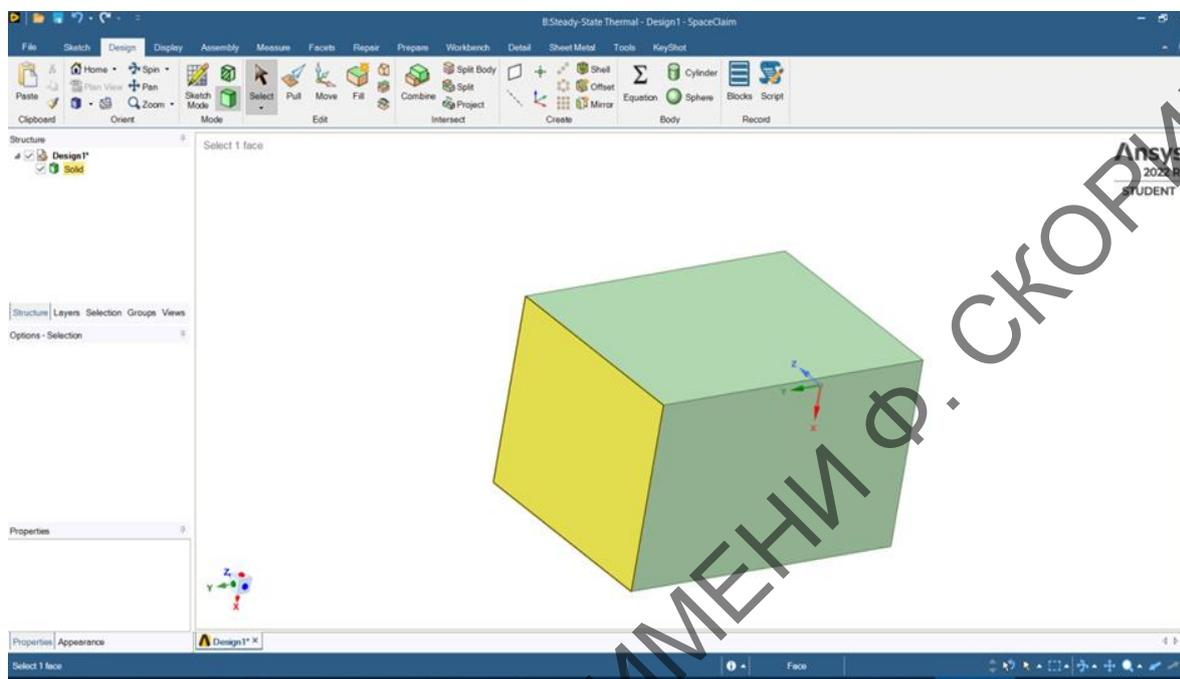

Рисунок 19 – SpaceClaim Direct Modeler
- SpaceClaim Direct Modeler (рисунок 19);